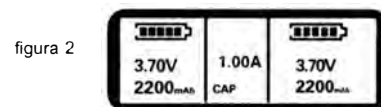

figura 2
2. Después de que se cargue por completo, suena un pitido y empieza a ingresar al estado de descarga. Presione brevemente el botón de selección de función en la selección actual y se mostrará el voltaje actual de la batería el símbolo de la batería en la pantalla LCD saltará hacia adelante una por una la posición de capacidad calcula la capacidad de liberación de la batería. (LCD como se muestra en la Figura 2)